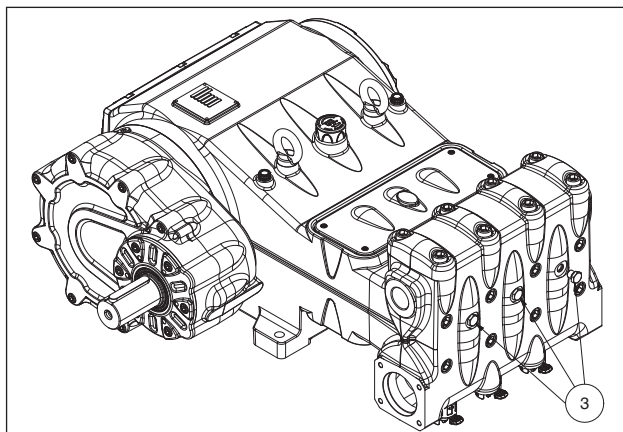

Fig. 11
**En caso de anomalías de cebado por alimentación insuficiente, es posible desmontar los tres tapones frontales del cabezal (excepto en la versión MK240) como se indica en la pos. ③ Fig. 11.**